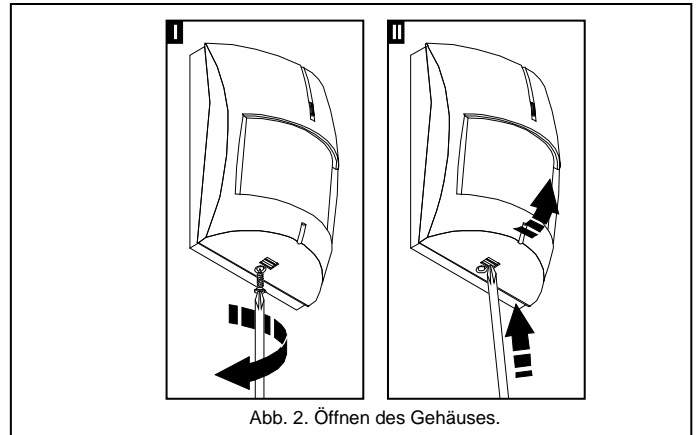

Abb. 2. Öffnen des Gehäuses.
1. Öffnen Sie das Gehäuse wie in Abbildung 2.